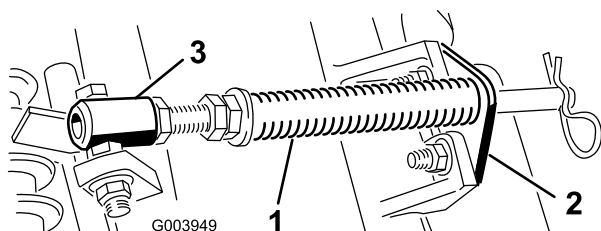

Figura 4
- A. Retire os 2 parafusos de carroçaria e porcas que prendem o suporte da barra aos separadores da unidade de corte (Figura 4).
- B. Retire a porca flangeada que prende o parafuso com cabeça do tubo de mola ao separador da estrutura de suporte (Figura 4). Retire o conjunto.